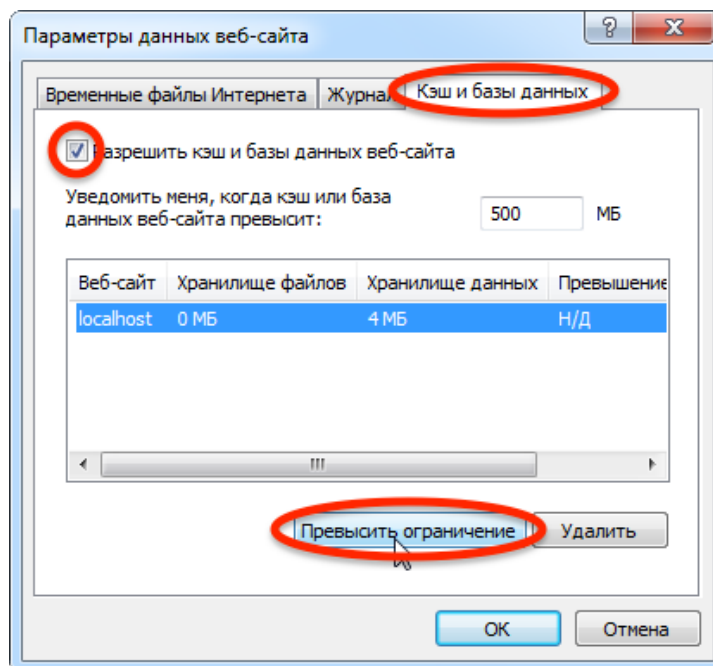
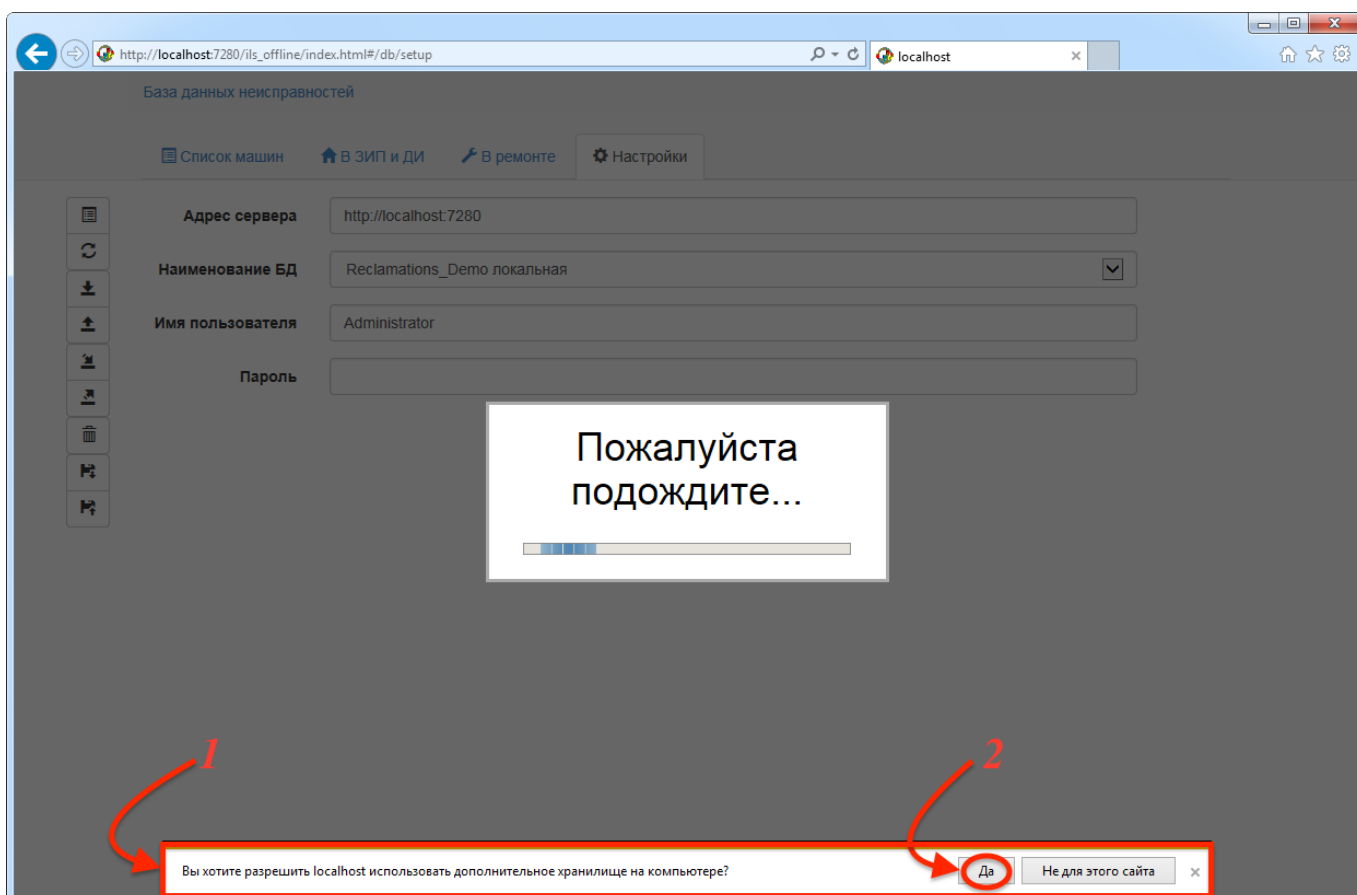

Рис. 4-3 – Окно «Параметры данных веб-сайта»
Рис. 4-11 – Информационное сообщение при превышении заданного объема хранилища
3) В открывшемся окне «Параметры данных веб-сайта» перейти на вкладку «Кэш и базы данных» (рис. 4-3).
1. Если в процессе загрузки данных произойдет превышение размера внутреннего хранилища, заданного при настройке интернет-браузера (рис. 4-3), отображается информационное сообщение, приведенное на рис. 4-11 (1). Для продолжения процесса загрузки необходимо нажать кнопку «Да» (2) в информационном окне.